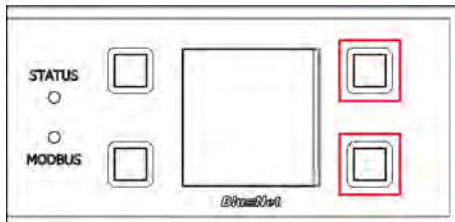

Fig. 79 : Écran avec boutons de commande
1. ➤ Appuyer sur les deux boutons situés à droite à côté de l'écran et les maintenir enfoncés (Fig. 79 /indiqués en rouge).
4. ➤ Relâcher les deux boutons à côté de l'écran (Fig. 79 /indiqués en rouge).